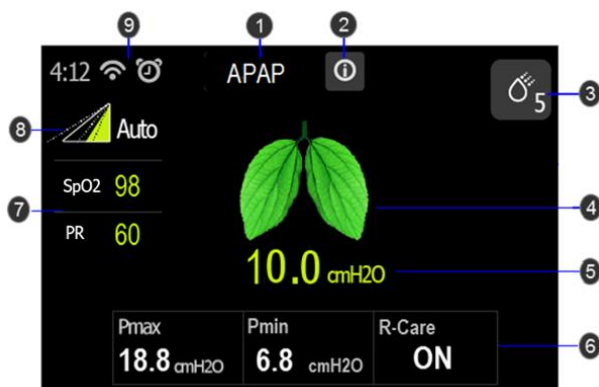

Figura 9-2 Interfase de Terapia de Paciente
3. Oprima el botón Si/No de terapia en la parte superior del aparato para encender el flujo de aire e iniciar la terapia. La pantalla mostrará al paciente la interfase de terapia en blanco (ver **Figura 9-2**).
Cuando comience la terapia, la pantalla cambiará a la Interfase de Terapia de Paciente, la cual mostrará la monitorización de los parámetros de la terapia durante la terapia (Ver **Figura 9-2**). Los parámetros visualizados dependen del modo de terapia actual.